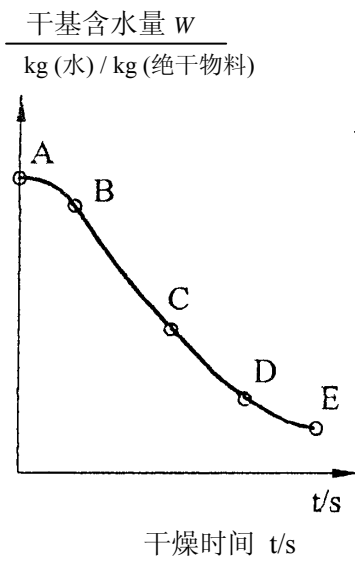
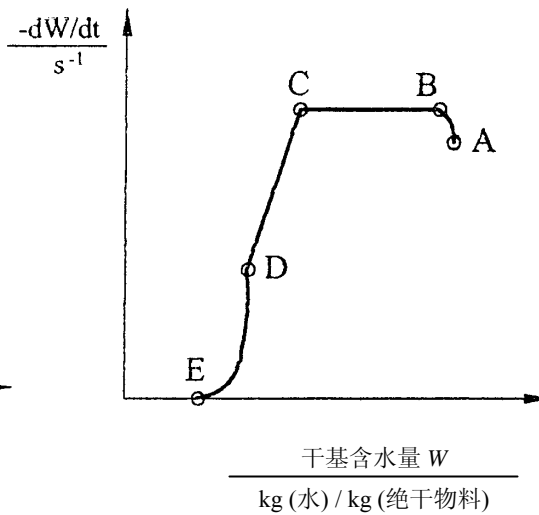

图 1 干燥曲线
图 2 干燥速率曲线
在恒定的空气条件下测得干燥曲线如图 1 所示。显然，空气干燥条件的不同干燥曲线的位置也将随之不同。
由此可见，干燥曲线上各点的斜率即为干燥速度。若将各点的干燥速度对固体的含水量标绘成曲线，即为干燥速度曲线，如图 2 所示。干燥速度曲线也可采用干燥速度对自由含水量进行标绘。在实验曲线的测绘中，干燥速度值也可近似地按下列差分进行计算：
(1)物料预热阶段 当湿物料与热空气接触时，热空气向湿物料传递热量，湿物料温度逐渐升高，一直达到热空气的湿球温度。这一阶段称为预热阶段，如图 1 和图 2 中的 AB 段。
(2)恒速干燥阶段 由于湿物料表面存在液态的非结合水，热空气传给湿物料的热量，使表面水分在空气湿球温度下不断气化，并由固相向气相扩散。在此阶段，湿物料的含水量以恒定的速度不断减少。因此，这一阶段称为恒定干燥阶段，如图 1 和图 2 中的 BC 段。
(3)降速干燥阶段 当湿物料表面非结合水已不复存在时，固体内部水分由固体内部向表面扩散后气化，或者气化表面逐渐内移，因此水分的汽化速度受内扩散速度控制，干燥速度逐渐下降，一直达到平衡含水量而终止。因此这个阶段称为降速干燥阶段，如图 1 和图 2 中的 CDE 段。